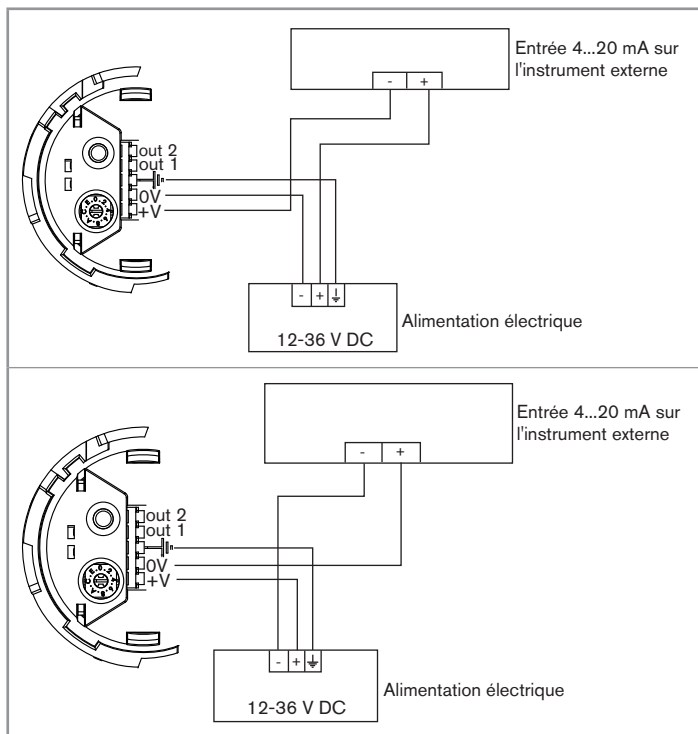

Fig. 16 : Raccordements possibles de la sortie courant 4...20 mA d'une variante d'appareil avec presse-étoupe.
- Raccorder la sortie 4...20 mA (voir Fig. 16).